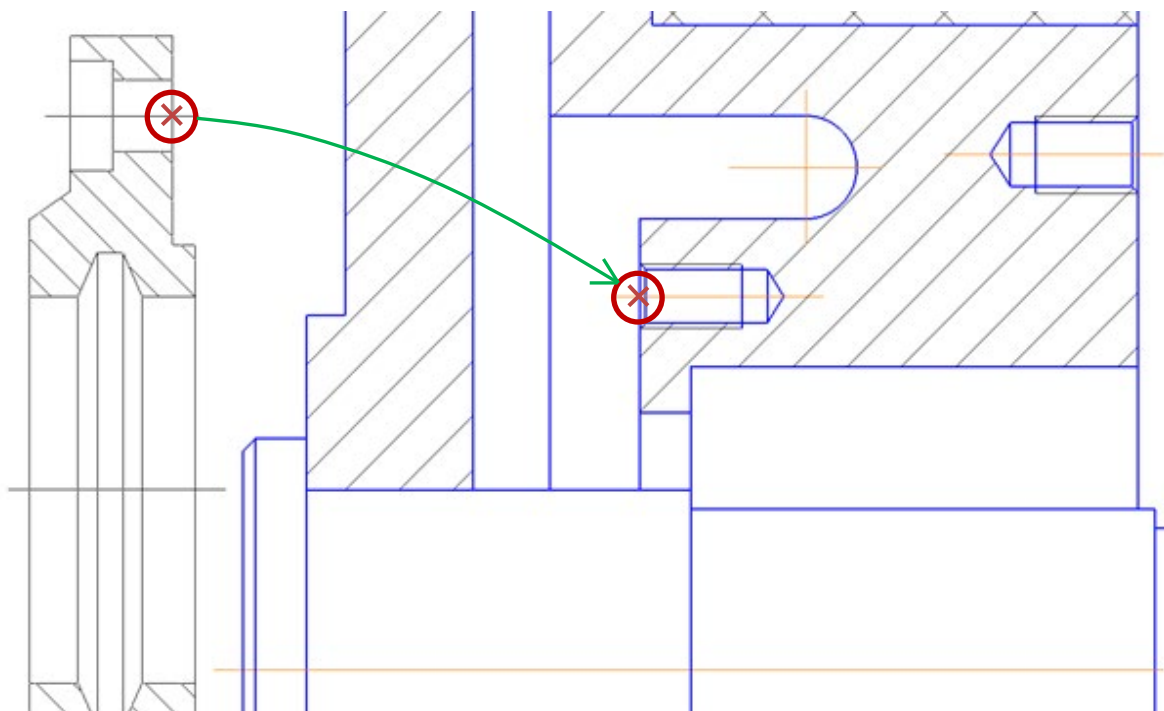

Рис. 4.16. Установка крышки 6
- Выберите базовую точку на колесе, как показано на рис. 4.16, и щелкните ЛК мыши.